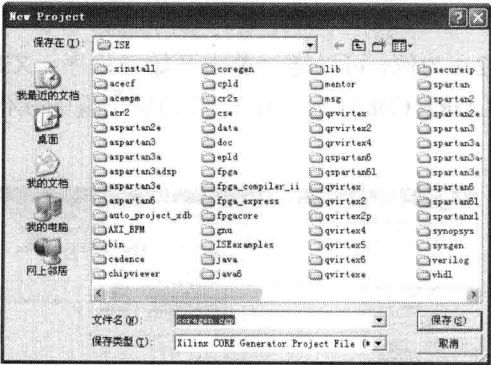
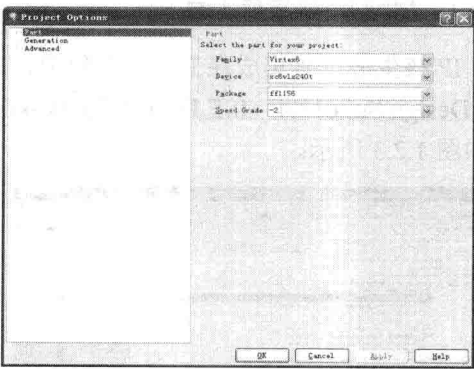

图 1.2.4 选择工程名称和存放路径对话框
图 1.2.5 工程选项设置窗口
在使用 IP 核生成工具创建 IP 核前要先创建工程。在主界面上单击 File→New Project 或者单击工具条上的图标，出现如图 1.2.4 所示对话框，用于设置工程名称和工程存放路径。设置好工程名称和存放路径后单击保存按钮，自动弹出工程选项窗口，如图 1.2.5 所示，在该窗口中可选择和配置应用 IP 核的 FPGA 芯片系列、具体型号、封装类型和速度等级等。单击 OK 按钮后返回主界面，创建工程完毕。
在 IP 核生成工具主界面窗口 (见图 1.2.3) 上单击菜单 Project→Project Options 或者单击工具条上的图标, 即可打开项目选项窗口, 如图 1.2.5 所示。在项目选项窗口可以设置和修改当前工程的配置。该窗口中包含三个选项页面。
(1) 工程选项的组件页面。图 1.2.5 显示的是工程选项的组件页面, 该页面用于选择 FPGA 芯片系列、具体型号、封装类型和速度等级。